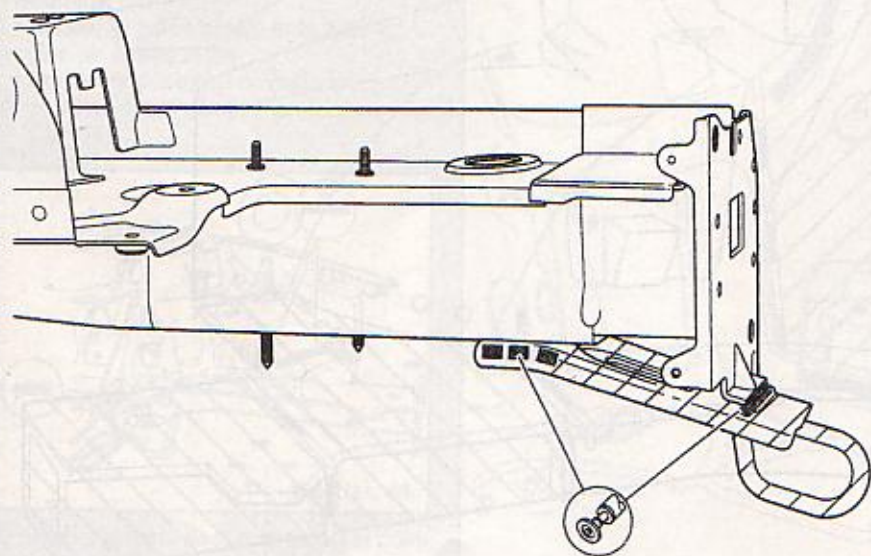

fig. Car. 36
- Dégraffer l'accostage d'origine (fig. Car. 36)